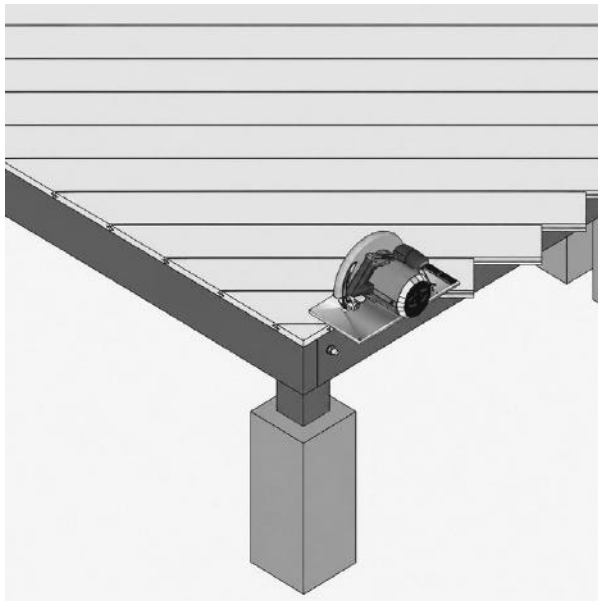

FIG. 13 – VOLADIZO DE LAS TABLAS DE TARIMA RECORTADO CON UNA SIERRA CIRCULAR
- 01 Una vez fijadas todas las tablas en su sitio, recorte el voladizo de las tablas de tarima con una sierra circular (fig. 13). Complete la tarima con el acabado según las secciones de frontal, perfil de esquina o tabla de borde.